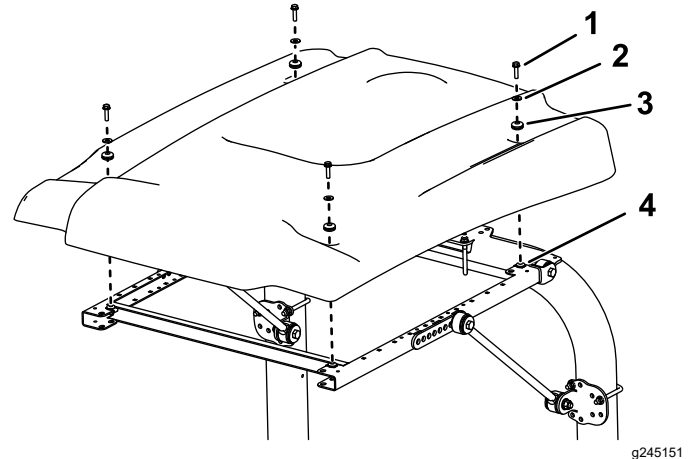

Figure 6
10. Lors de l'alignement des trous de fixation, positionnez le pare-soleil sur le cadre comme montré à la Figure 6.
11. Fixez légèrement chaque coin du pare-soleil au cadre avec un boulon à embase (5/16" x 1"), une petite rondelle et une bague (Figure 6).